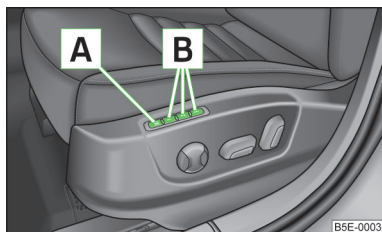

Fig. 50
La fonction de mémorisation de position du siège du conducteur permet de mémoriser des positions du siège du conducteur et des rétroviseurs extérieurs. Chaque des trois touches de mémorisation  » fig. 50 peut être affectée à un réglage différent.
- Appuyez sur la touche **SET**  » fig. 50.
- Appuyez sur la touche de mémorisation souhaitée  » fig. 50.
- Appuyez **brèvement** sur la touche de mémorisation souhaitée  » fig. 50 par contact coupé et porte du conducteur ouverte.
- Appuyez sur une touche de mémorisation quelconque  » fig. 50 à la page 70 et la maintenir enfoncée. Une fois que le siège a pris la position mémorisée sous la touche correspondante, appuyez simultanément sur la touche  de la clé à radiocommande dans un laps de 10 secondes.
- Appuyez sur la touche **SET** **A** » fig. 50 à la page 70 et la maintenir enfoncée. Appuyez simultanément sur la touche **Ⓜ** de la clé à radiocommande dans un laps de 10 secondes.